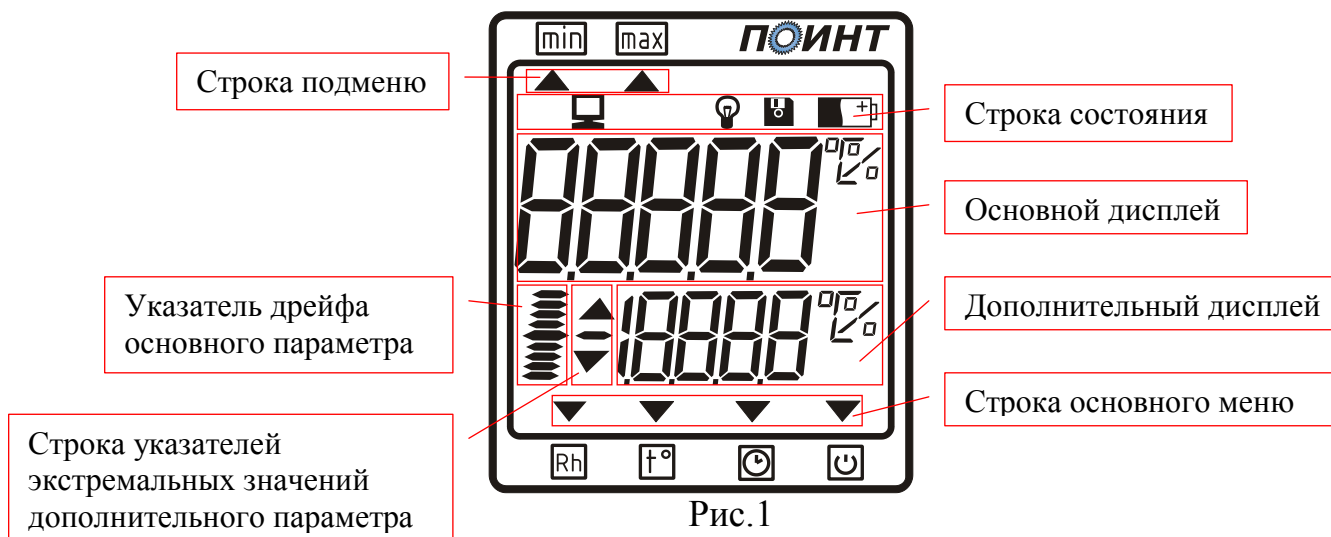

Рис.1
3.2. На лицевой панели измерителя расположен цифровой индикатор (рис. 1), служащий для отображения информации, и две кнопки управления. В верхней части прибора расположены датчики температуры и относительной влажности. На задней панели измерителя находится крышка батарейного отсека.
4.4. Описание основного дисплея. Измеритель имеет четыре рабочих режима: режим измерения влажности, режим измерения температуры, режим отображения текущего времени, режим выбора времени работы измерителя. Переключение между этими режимами производится нажатием левой кнопки измерителя. В зависимости от положения указателя «▼», который расположен в строке основного меню (рис.1), можно определить, в каком режиме находится измеритель. Так, при положении указателя над значком  прибор будет настроен на режим измерения влажности,  - режим измерения температуры,  - режим отображения текущего времени,  - режим выбора времени работы измерителя. В зависимости от выбранного режима на основном дисплее отображается текущее значение измеряемого параметра. В режиме отображения текущего времени при нажатии на правую кнопку на индикаторе отображается текущий месяц, число и год. Установка этих параметров приведена в п. 7.2.